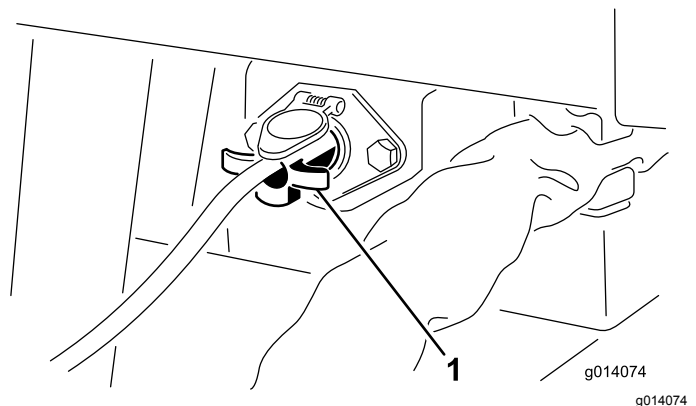

Figura 9
4. En los modelos SH, enchufe el conector de 4 polos del mando suspendido de encendido/apagado en el enchufe situado en la esquina delantera izquierda de la máquina (Figura 9).